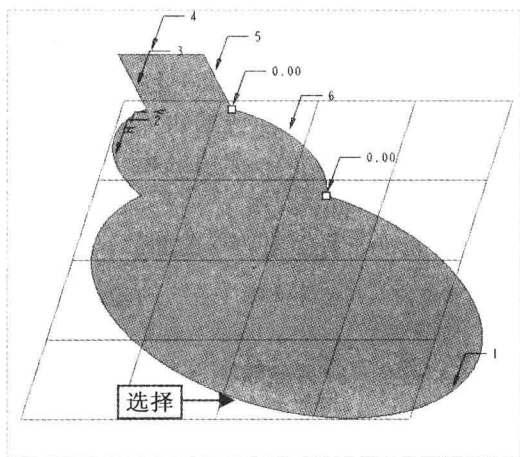

图 9-71 选择边界曲线
Step 03 按住【Ctrl】键的同时，在绘图区依次选择6条边界曲线，如图9-71所示，单击“应用并保存在工具中所做的所有更改，然后关闭工具操控板”按钮✓。